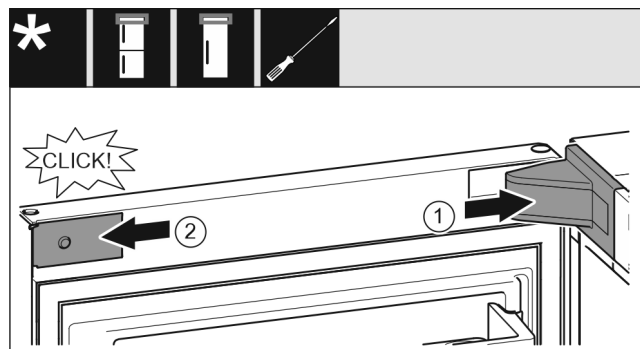

Fig. 19
- ▶ Anbring hængselkonsollens afdækning, og sørg for, at den går i indgreb, tryk den eventuelt forsigtigt fra hinanden. Fig. 19 (1)
- ▶ Sæt afdækningen på i siden i, og lad den gå i indgreb. Fig. 19 (2)